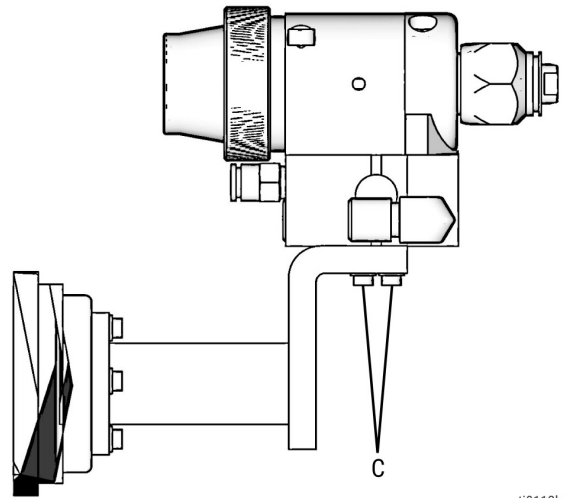

図 6-4: 固定サポートの取り付け
ガンを固定サポートに取り付けるには、図 6-4 および取り付け穴レイアウトを参照し、次の手順に従ってください。
3. ガンエアレギュレーターの下流側のガンシリンダー供給ラインに、ブリードタイプのエア遮断バルブを取り付けて、ガンシリンダーへのエア供給を遮断してください。エア供給ラインをガンのシリンダーエアインレット (C) に接続してください。図 6-4 を参照してください。